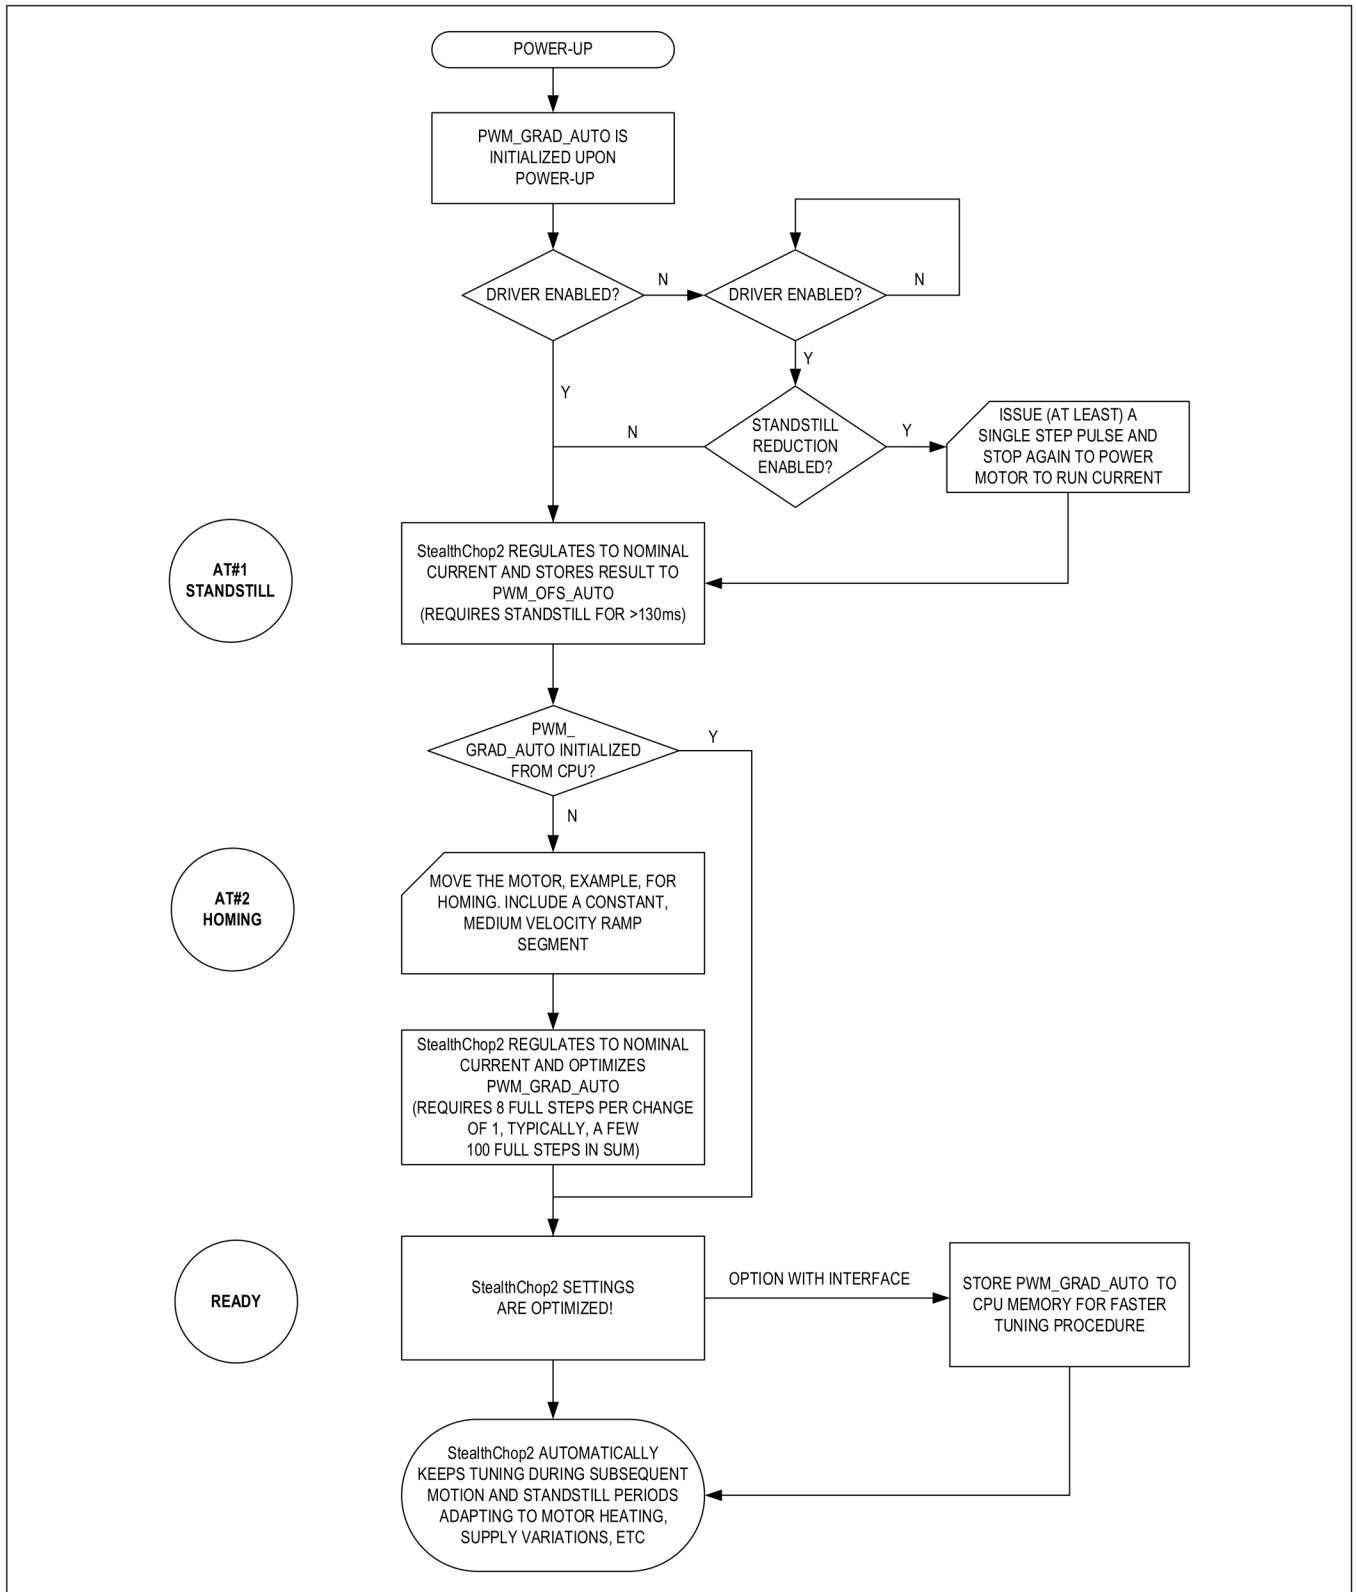

図 9. StealthChop2 の自動調整手順
StealthChop2 には自動調整 (AT) プロシージャが内蔵されており、極めて重要な動作パラメータを自動的にモーターに適用します。したがって、StealthChop2 では、高いモーター・ダイナミクスが可能で、モーターを非常に小さな電流までパワー・ダウンできます。最良の結果を得るために考慮すべきステップはわずか 2 つです。まず、停止状態からモーターを始動します。ただし、公称稼働電流を供給します (AT#1)。次に、モーターを例えばホーミング・プロシージャの一部として、中間速度にします (AT#2)。図 9 のフローチャートに、この調整プロシージャを示します。